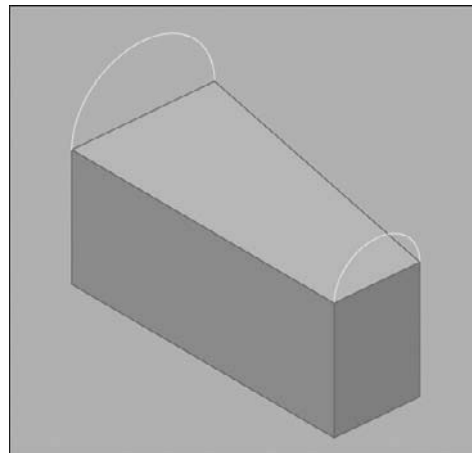

Fig.19.7
- 5 Faites de même pour la face arrière (fig.19.7).